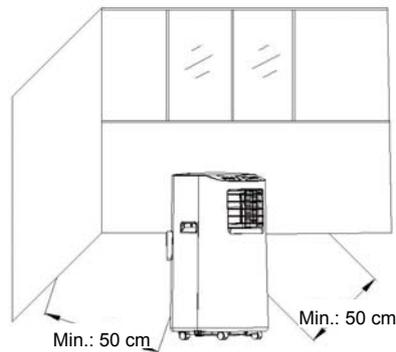

Abb. 4
- 1) Fahren Sie das Gerät mit installierter Abluftleitung und Zubehör vor das Fenster. Halten Sie dabei einen Abstand von 50 cm zwischen Gerät und den Wänden oder anderen Gegenständen (siehe Abb. 4) ein.